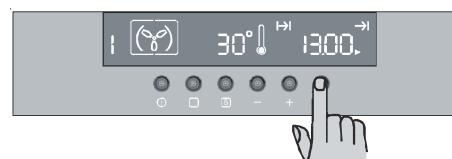

Рис. 14
2) Нажимайте клавишу до тех пор, пока не выберете функцию «окончание времени приготовления» и пока не начнет мигать соответствующий символ. На дисплее панели управления отобразится время окончания приготовления (т.е. текущее время + время приготовления – рис. 14).